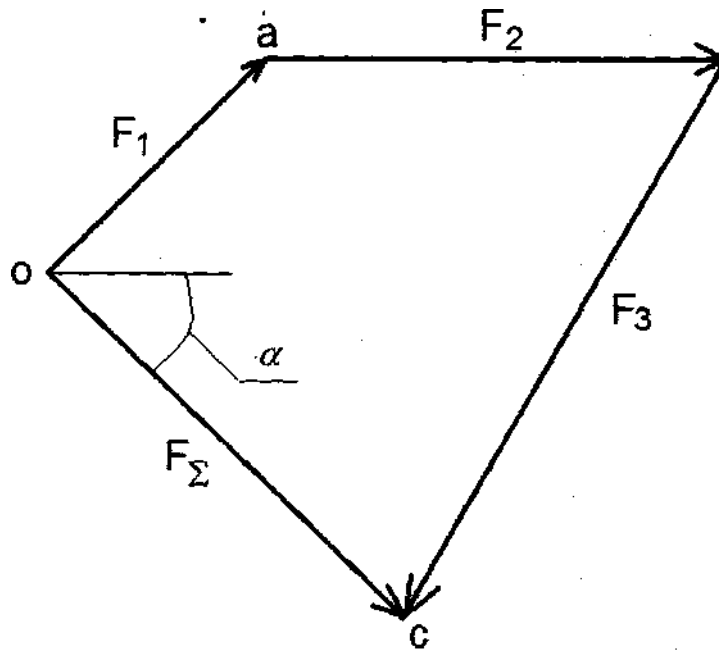

Рисунок 1.3
3. Строим силовой многоугольник (рисунок 1.3). Из произвольной точки откладываем отрезок oa , изображающий вектор силы F_1 . Следует помнить, что силы необходимо строить так, как они заданы на рисунке, т.е. с учетом расположения сил под определенными углами и с учетом их направления. К концу отрезка oa (сила F_1) достраиваем отрезок ab , изображающий вектор силы F_2 . Далее к концу отрезка ab достраиваем отрезок bc , изображающий вектор силы F_3 . Проводим равнодействующую силу - это будет вектор, выходящий из начала первого вектора (точки o) и идущий в конец последнего вектора (к точке c).